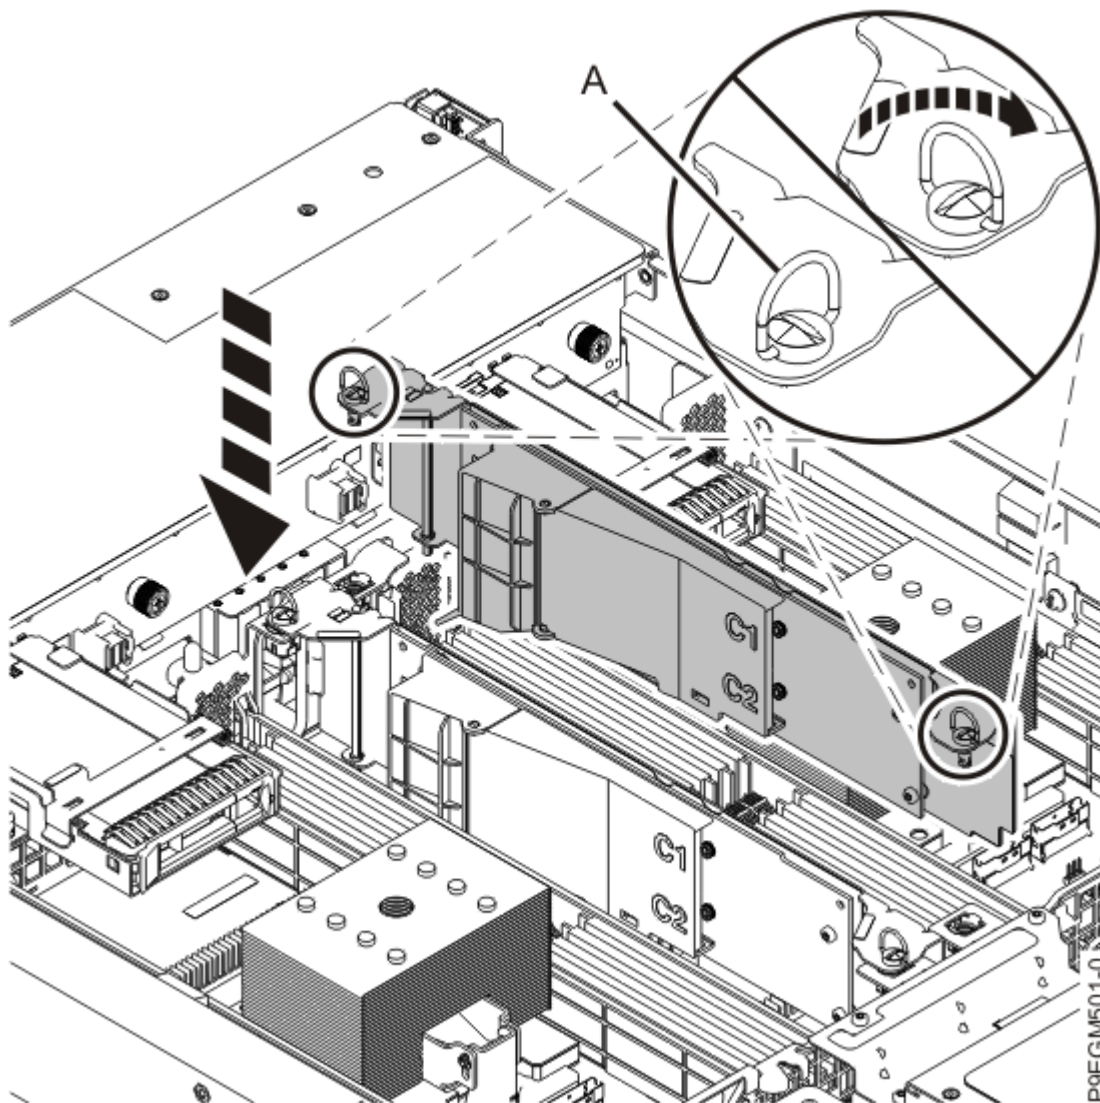

Figure 8. Mise en place de la carte porteuse NVMe. M.2
8. Placez et tournez les vis **(A)** dans le sens des aiguilles d'une montre pour insérer complètement la carte porteuse NVMe M.2. Voir Figure 8, à la page 11.